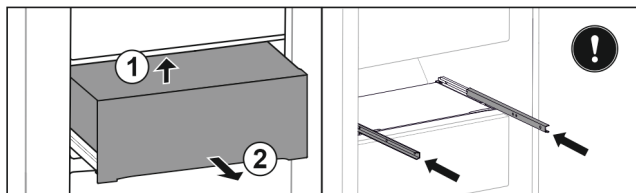

Fig. 46
- ▶ Повдигнете чекмеджето отдолу отзад. Fig. 46 (1)
- ▶ Извадете чекмеджето напред. Fig. 46 (2)